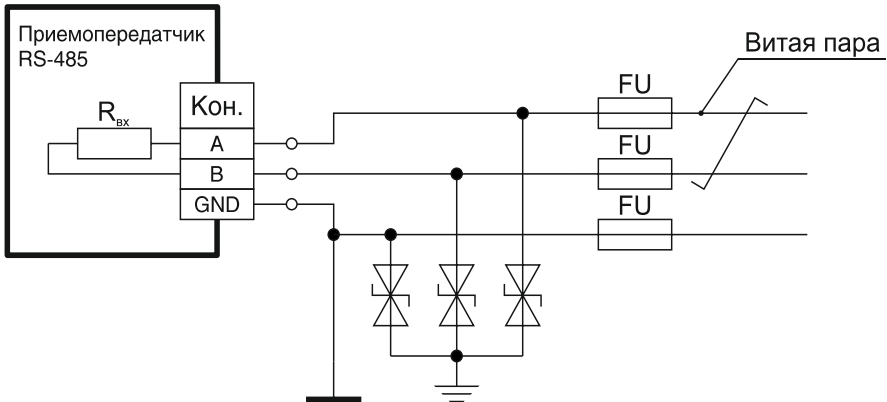
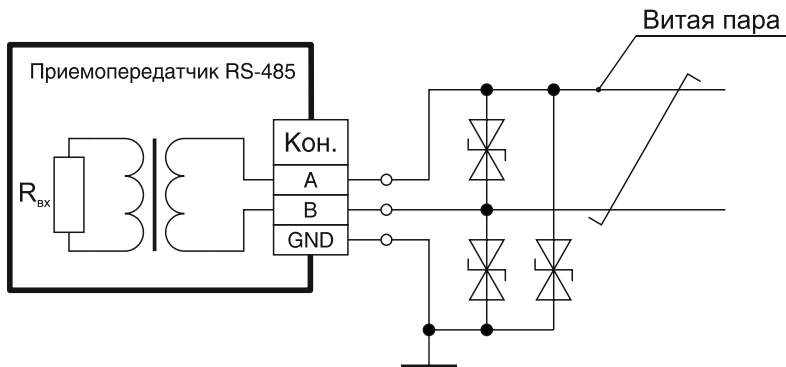

Рисунок 10 — Защита сети RS-485 от перенапряжений и импульсных помех
Рисунок 11 — Защита сети RS-485 от перенапряжений и импульсных помех
8.10 Защита от дифференциальных перенапряжений, составляющих десятки киловольт, обеспечивается специальными защитными устройствами. В простейшем случае все проводники линии шунтируются ограничителями напряжения на «землю» (см. рисунок 10). Если заземление линии невозможно, то проводники линии шунтируются ограничителями между собой (см. рисунок 11). Защита, организованная на варисторах, супрессорах, газоразрядных трубках, способна выдерживать лишь кратковременные всплески напряжения. Дополнительную защиту от токов короткого замыкания в линиях можно обеспечить при помощи установки в линию плавких предохранителей (см. рисунок 10).